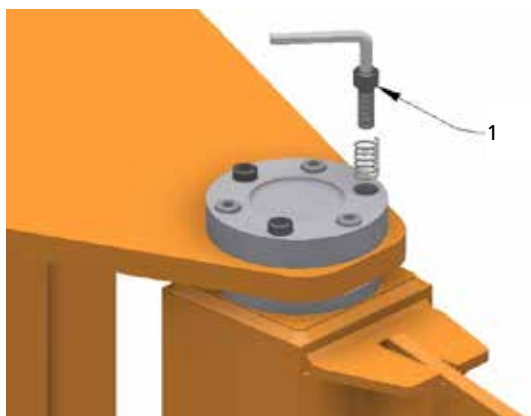

fig.82
1. Ajuste la fluidez de rotación del brazo interviniendo en el sistema de frenado mediante los tornillos de ajuste 1 hasta conseguir la sensibilidad de oscilación deseada (fig. 82).